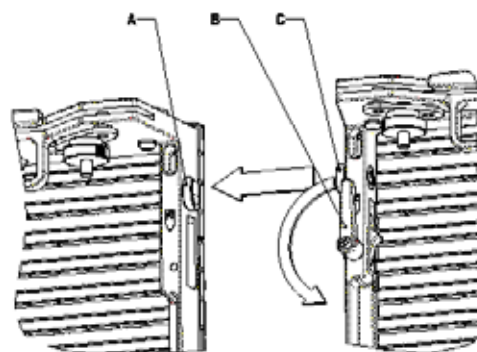

Figure 14: Couplage latéral dans un mur de panneaux plan
2. Voir Figure 14. Lorsque deux panneaux sont côte à côte, tournez les deux poignées de verrouillage latéral **B** de façon à engager les crochets de verrouillage latéral **C** dans leurs logements et bloquez les panneaux ensemble.
8. Réinstallez les cônes d'alignement (voir Figure 14) sur les côtés des panneaux et des Blocs de Tête avant de remonter les panneaux en configuration plane.